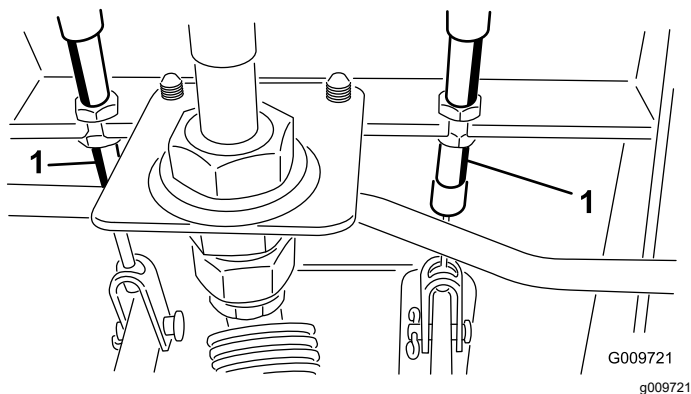

Figure 65
- A. Desserrez l'écrou avant sur l'extrémité fileté du câble de frein (Figure 65).